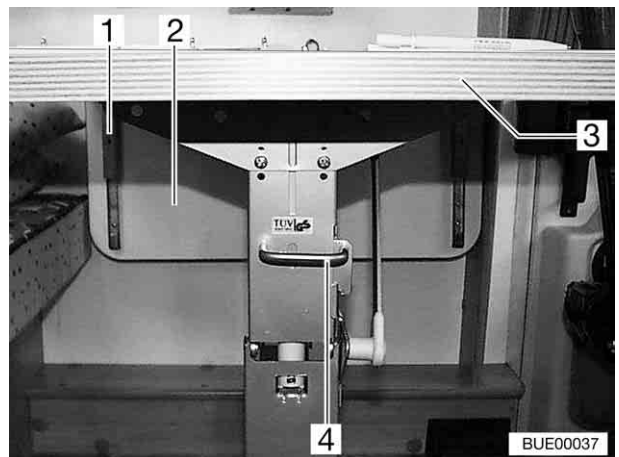

Fig. 65 Table pivotante
- Faire pivoter la rallonge de table (Fig. 65,2) vers le haut jusqu'à ce que le dispositif de blocage (Fig. 65,1) s'enclenche.
- Basculer la poignée (Fig. 65,4) vers le haut.
- Faire pivoter le plateau de table (Fig. 65,3) vers le bas dans un mouvement de courbe jusqu'à ce que la poignée s'enclenche.